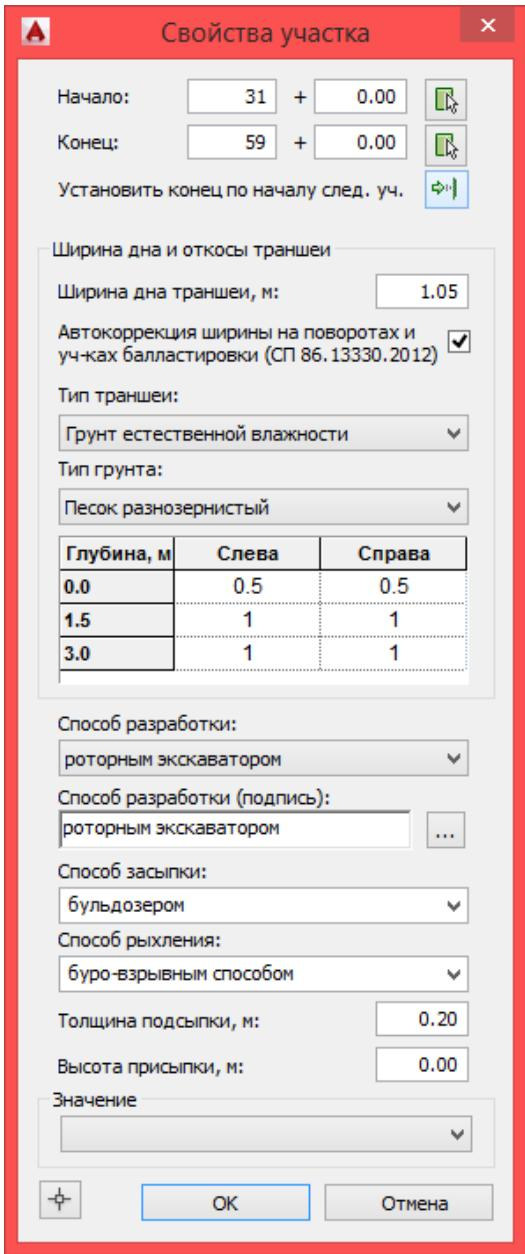

Рис. 90 Создание участка траншеи
3. в диалоговом окне *Свойства участка* внести информацию об участке (см. рис. 90).